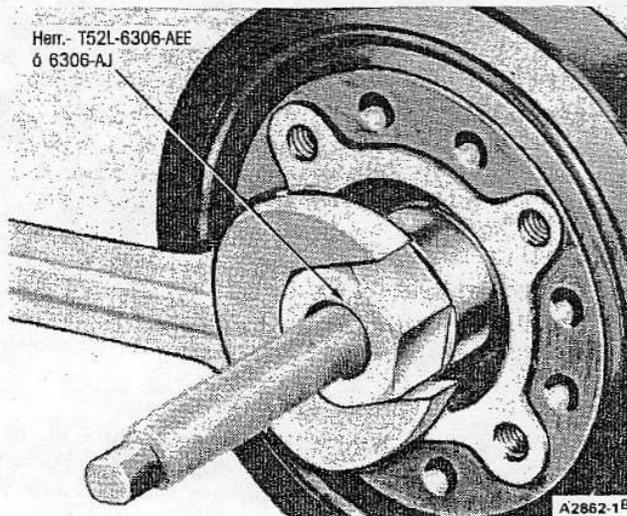

Fig. 30. Instalación de Amortiguador de Vibración
7. Instale la herramienta de guía en la tapa, en su lugar correcto (Fig. 30).
11. Alinee el cuerno en el amortiguador de vibración, con la cuña en el cigüeñal. Instale el amortiguador de vibración en el cigüeñal (Fig. 30). Instale el tornillo y la arandela. Apriete el tornillo conforme especificaciones. Instale la polea del cigüeñal.